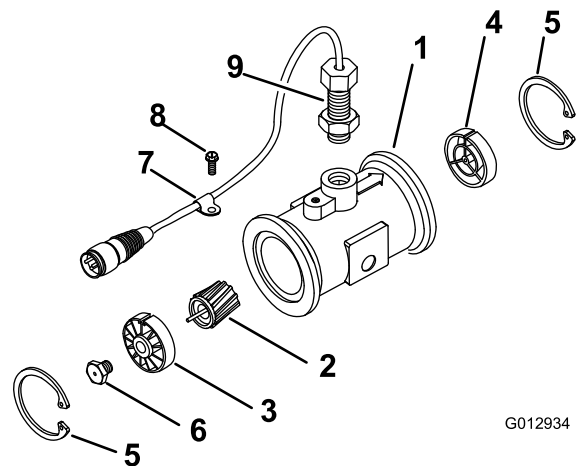

Bild 86
3. Entfernen Sie den Haltering an der vorgeschalteten Seite (Bild 86).